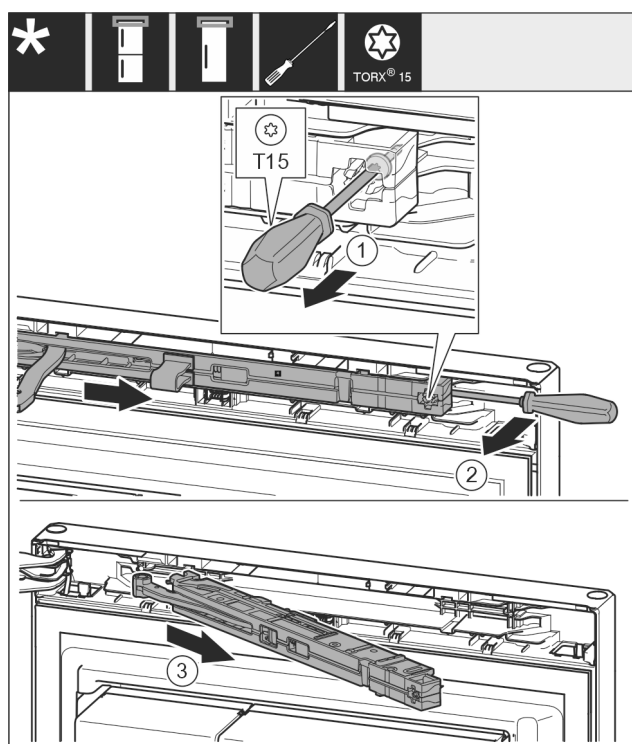

Fig. 10
- ▶ Atlaisvinkite uždarymo amortizatoriaus mazgo varžtą atsuktuvu T15 maždaug 14 mm. Fig. 10 (1)
- ▶ Pakiškite atsuktuvą rankenos pusėje po uždarymo amortizatoriaus mazgą ir pasukite mazgą į priekį. Fig. 10 (2)
- ▶ Ištraukite uždarymo amortizatoriaus mazgą. Fig. 10 (3)